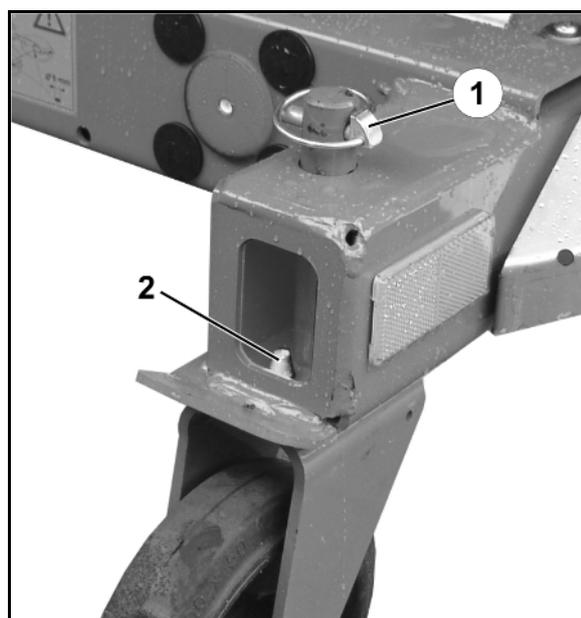

Fig. 39
6. Starre Bremsrollen hinten (Fig. 39)
- o montieren und mit Klappstecker (Fig. 39/1) sichern,
Bei der Montage der starren Rollen darauf achten, dass der Bolzen (Fig. 39/2) durch die Bohrung des Rahmens fasst, und somit die Rollen in Längsrichtung hält.